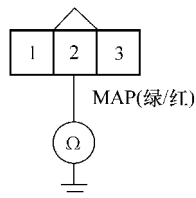

图 5-94 检查 MAP 传感器 2 号端子与车身搭铁线之间的导通性
12) 将点火开关旋至锁定 (0) 位置。
15) 如图 5-94 所示, 检查 MAP 传感器 3 芯插头 2 号端子与车身搭铁线之间的导通性, 是否导通?